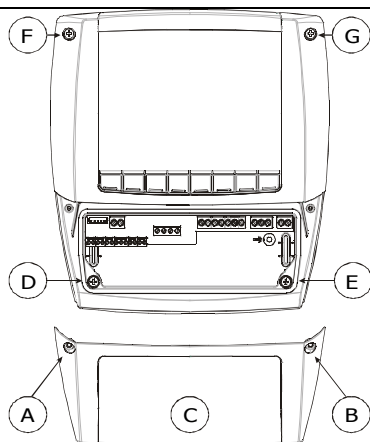

FIG. 1
1. Schroef de 4 schroeven los (Fig. 1, A, B, F, G) en verwijder het deksel (Fig. 1, C).
2. Schroef de 2 schroeven (Fig. 1, D, E) die het front met de achterzijde verbinden los, en verwijder de voorzijde.
7. Bevestig opnieuw de voorzijde dmv de 4 schroeven Fig. 1, D, E, F, G. (Bevestig niet te hard om beschadiging te voorkomen).
2. Schroef de 4 schroeven los (Fig. 1, A, B, F, G) en verwijder het deksel (Fig. 1, C).
3. Schroef de 2 schroeven (Fig. 1, D, E) die het front met de achterzijde verbinden los, en verwijder de voorzijde.
8. Plaats het voorste en achterste deel tesamen met de wand ertussen. Schroef ze tesamen met de schroeven (afmetingen 4x35 mm) die U in punt 2 verwijderd hebt volgens Fig. 1, A, B, D, E. De maximum dikte van de wand is : 6mm.